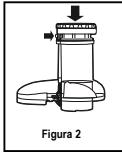

Figura 2
3. Coloque el filtro de acero inoxidable encima de la canasta apretándolo hacia abajo y girándolo hasta que quede bien ajustado en las ranuras del eje del motor (Figura 2).
7. Mantenga pulsado el empujador de alimentos “▶” mientras presiona el botón (Figura 2). La función de auto-limpieza se apagará automáticamente después de 30 segundos.
2. Remueva la jarra y el recolector de jugo inclinándolos ligeramente (Figura 2).
- Inserte el eje del exprimidor en la parte inferior del colador y gire hacia la izquierda para trabarla en su lugar (Figura 2).
2. Remueva la jarra inclinándola ligeramente (Figura 2).
4. Gire en el sentido de las agujas del reloj para ajustar. Asegúrese de que la parte inferior roscada del vaso esté fija a el vaso antes de usar (Figura 2).
2. Abra el brazo de seguridad de acero inoxidable moviéndolo hacia la derecha y hacia abajo para liberar el collar (Figura 2).